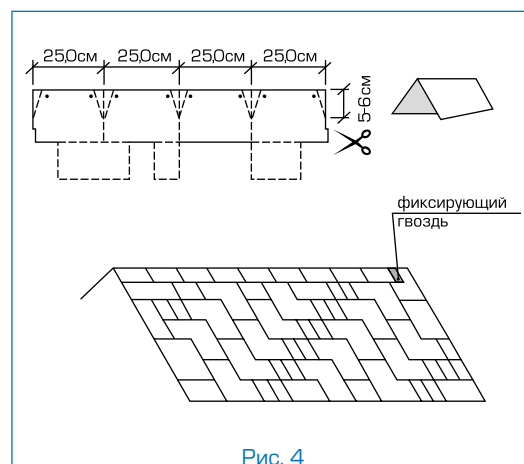

Рис. 4
**Конек (рис. 4)**
Коньковые элементы нарезаются непосредственно из листов черепицы АЛПГИН (рис. 4) и укладываются внахлест на коньки и ребра (направление укладки по преимущественному направлению ветра, нахлест не менее 5 см). Каждый коньковый элемент фиксируется двумя гвоздями, которые перекрываются следующим коньковым элементом. Для лучшего прилегания и гибкости нижнюю сторону конькового элемента рекомендуется прогреть при помощи теплового строительного фена и обработать по периметру битумной мастикой.